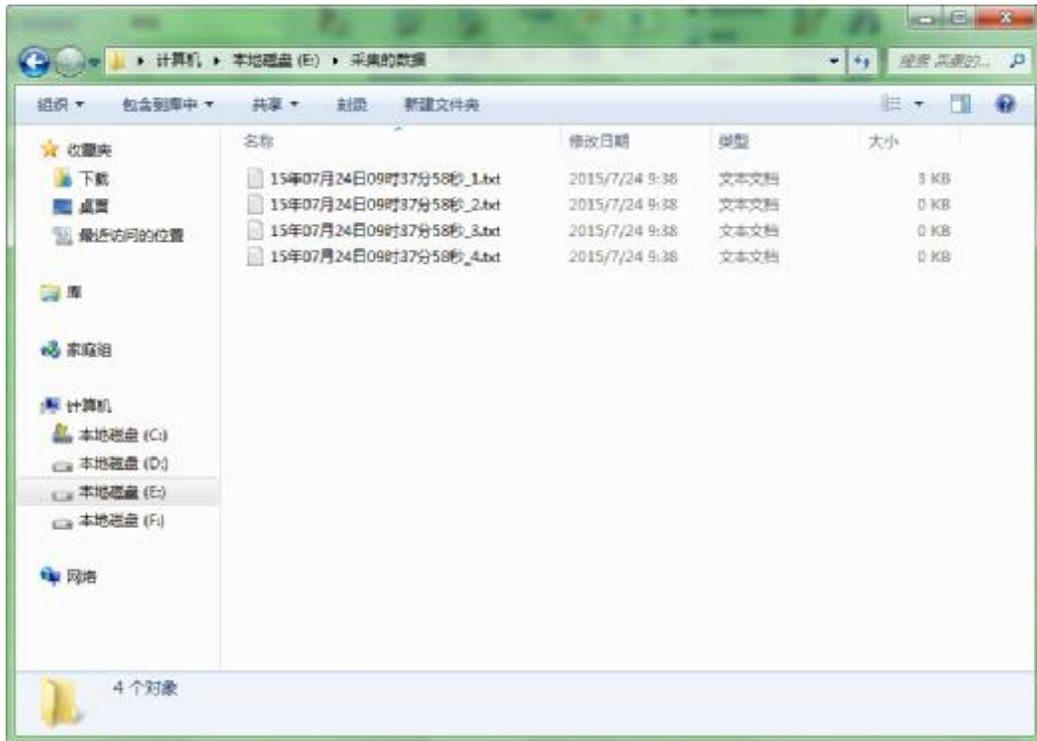
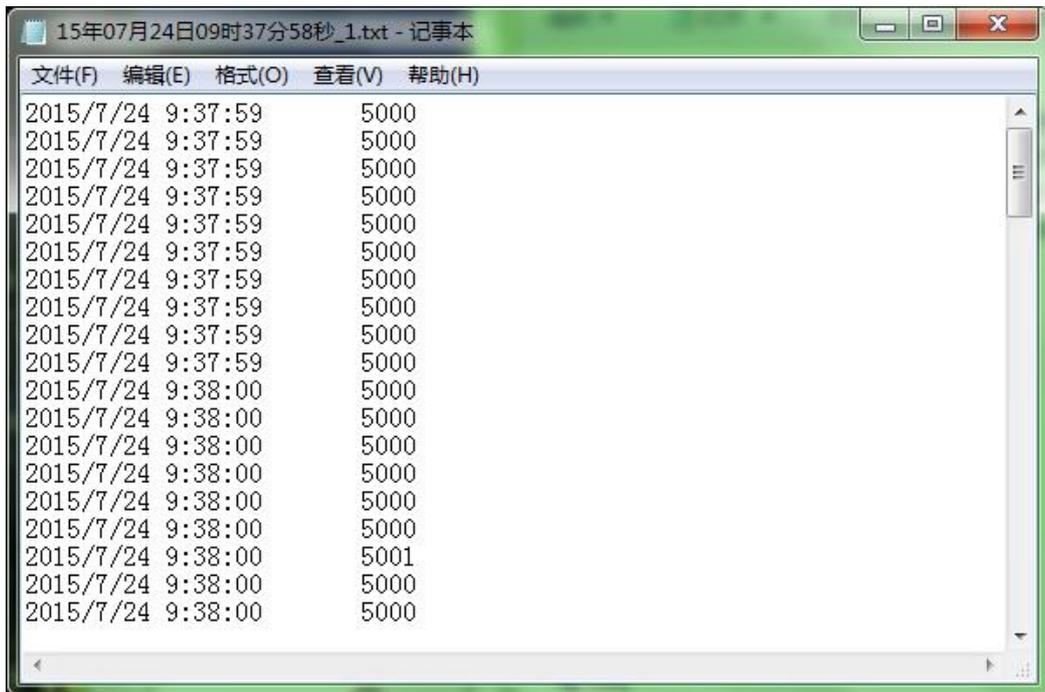

图 2
图 3
- 4) 单击**开始采集**，软件会以每一通道每秒 10 组数据的速度存储数据。存储格式为 TXT，存储路径为 E 盘根目录 (E:\采集的数据)，文件名即是采集数据的时间点+通道名；如图 2、图 3